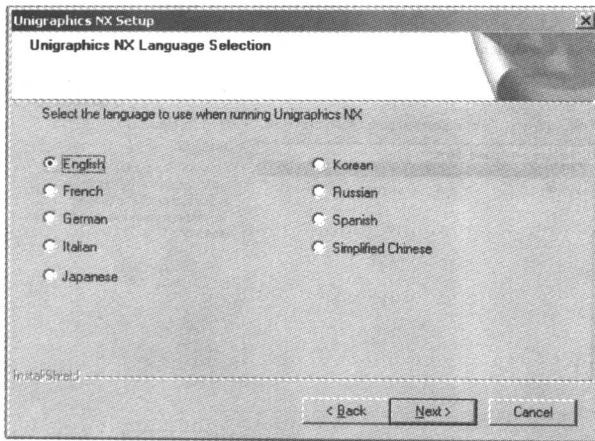

图 1-6 选择安装语言对话框
- 系统弹出如图 1-6 所示对话框, 提示用户选择需要的语言版本, 完成以后单击 Next 按钮。